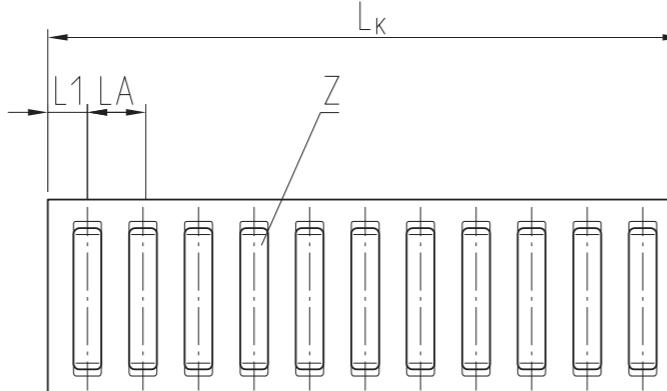

Bild 9. Abmessungen zur Ermittlung der wirksamen Tragzahl
**Z** - Anzahl der Wälzkörper pro Reihe. (Bild 9)